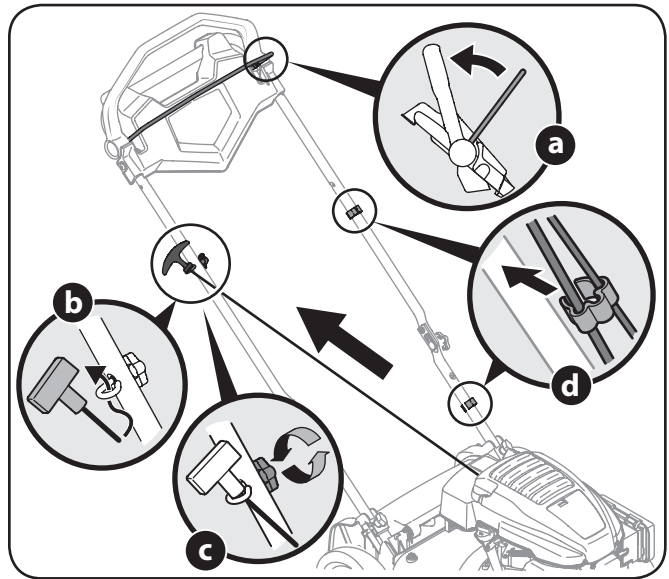

Figure 3-6
4. Le guide-câble est fixé sur le côté droit de la poignée supérieure. Desserrez l'écrou papillon qui fixe le guide-câble à la poignée. Voir Figure 3-6 (b).
5. Fixez le(s) câble(s) à la poignée inférieure avec les attaches de câble fournies. Voir Figure 3-6 (d).